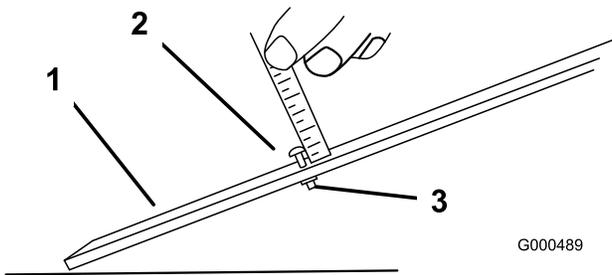

Figura 48
- Afloje la tuerca de la barra de ajuste (Figura 48) y ajuste el tornillo para la altura de corte deseada. La distancia entre la parte inferior de la cabeza del tornillo y la cara de la barra es la altura de corte.